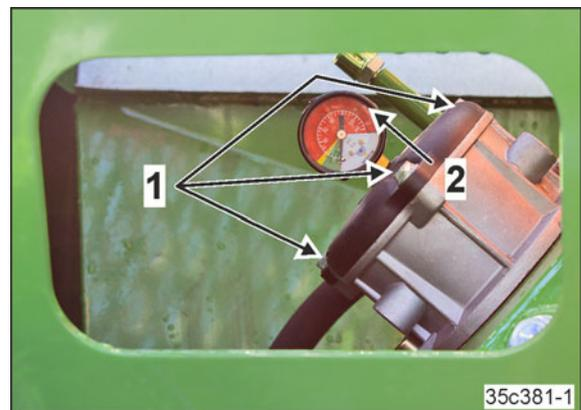

Рис. 293
1. Открутите болты с шестигранной головкой 6 x 25 (Рис. 293/1).
2. Поднимите крышку (Рис. 293/2)